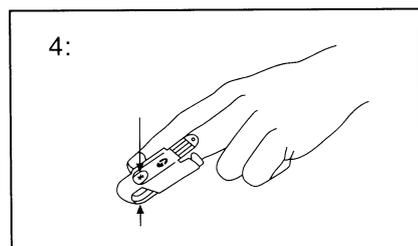

Abb. 34 Richtig angelegter LNOP®-Adt-Sensor
- 4 Wenn Sender und Empfänger richtig angelegt sind, sollten sie einander genau gegenüberliegen (Abb. 34). Überprüfen und korrigieren Sie erforderlichenfalls die Position des Sensors. Das Empfängerfenster muss vollständig am Gewebe anliegen.